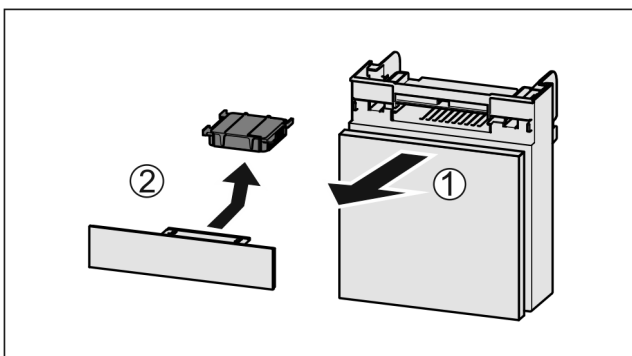

Fig. 118
- ▶ Trekk ut Fig. 118 (1) hyllen fremover.
- ▶ Ta ut Fig. 118 (2) aktivkullfilteret.